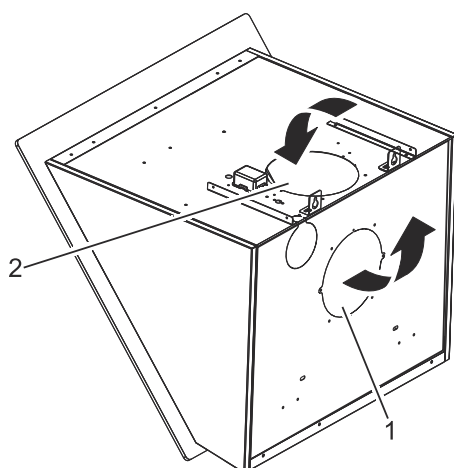

Fig. 8: Rotér motoren.
2. ➔ Tryk eller slå forsigtigt på det forskårne bagplade for at knække det ud. (Fig. 8/1).
4. ➔ Brug den knækkede plade til at lukke hullet af i toppen, med det medfølgende 2 skruer (Fig. 8/2).
Kontakt os for spørgsmål (Fig. 8).